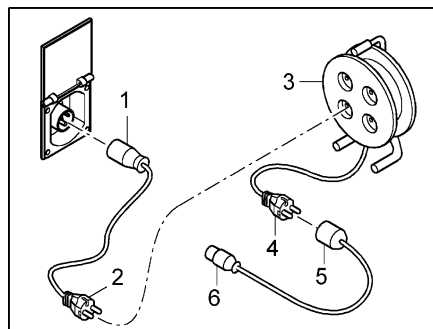

Bild 90 Anschlussmöglichkeiten 230-V-Anschluss
- Adapterkabel: CEE 17 Anschlusskupplung mit Schutzkontakt (Bild 90,1) – Stecker mit Schutzkontakt (Bild 90,2)
- Kabeltrommel: Steckdose mit Schutzkontakt (Bild 90,3) – Stecker mit Schutzkontakt (Bild 90,4)
- Adapterkabel: Anschlusskupplung mit Schutzkontakt (Bild 90,5) – CEE 17 Stecker mit Schutzkontakt (Bild 90,6)